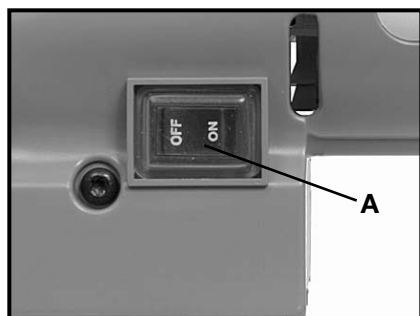

Fig. 15
La Lijadora de Perfil tiene un interruptor de balancín (A) Fig. 15. El extremo delantero del interruptor está marcado con "OFF", apagado, y el extremo trasero está marcado con "ON", prendido.